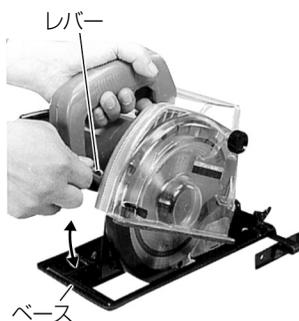

図 5
- 切込み調整用レバー（図 5 参照）がゆるんでいると、けがの原因になります。十分締まっていることを確認してください。
## (2) 切込み深さの調整 (図 5)